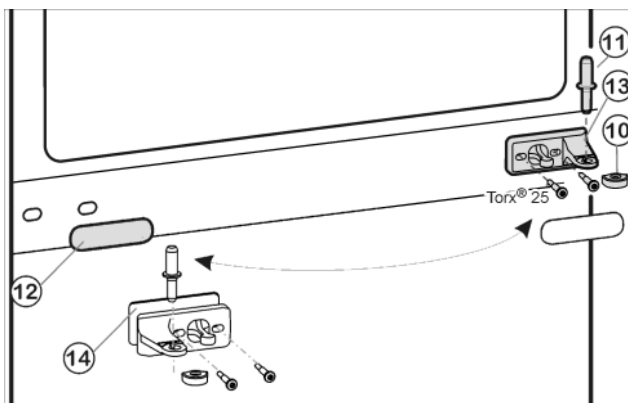
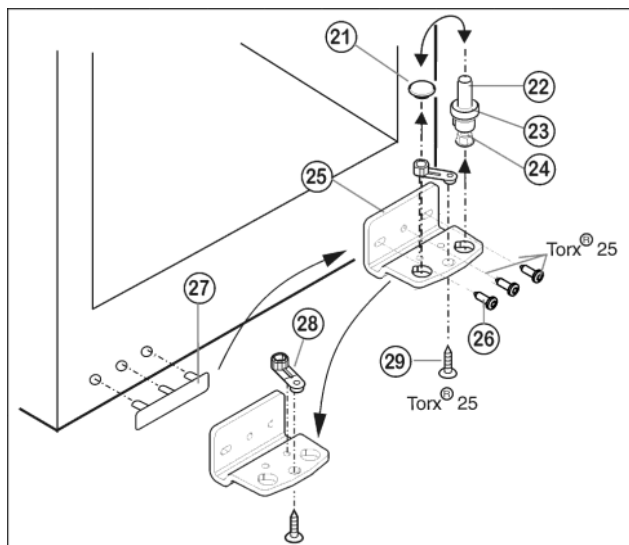

Fig. 8
Fig. 9
- ▶ Estrarre il perno di supporto centrale Fig. 8 (11) dal blocco di supporto e dalla porta inferiore.
- ▶ Staccare il coperchio di plastica Fig. 8 (10).
- ▶ Svitare il blocco di supporto centrale Fig. 8 (13) (2 x Torx® 25).
- ▶ Staccare il pannello di copertura Fig. 8 (12) facendo attenzione.
- ▶ Avvitare il blocco di supporto centrale Fig. 8 (13) con spessore Fig. 8 (14) ruotato di 180° sul nuovo lato cerniera saldamente a 4 Nm.
- ▶ Innestare nuovamente la copertura Fig. 8 (12) ruotata di 180° sul nuovo lato impugnatura.
- ▶ Togliere completamente il perno di supporto Fig. 9 (22) con lo spessore Fig. 9 (23) e il piedino di regolazione Fig. 9 (24), estrarre tirando verso l'alto.
- ▶ Togliere il tappo Fig. 9 (21).
- ▶ Svitare il blocco di supporto Fig. 9 (25).
- ▶ Svitare l'elemento di supporto Fig. 9 (28) e spostarlo Fig. 9 (29) nel foro di alloggiamento opposto, serrarlo nuovamente.
- ▶ Staccare la copertura lato maniglia Fig. 9 (27) facendo attenzione e spostarla sul lato opposto.
- ▶ Fissare nuovamente il blocco di supporto Fig. 9 (25) sul nuovo lato cerniere, eventualmente servendosi di un avvitatore a batteria (a 4 Nm) a 4 Nm.
- ▶ Inserire nuovamente il tappo Fig. 9 (21) nell'altro foro.
- ▶ Inserire nuovamente il perno di supporto Fig. 9 (22), con lo spessore e il piedino di regolazione. Prestare attenzione in modo l'arresto sia rivolto verso il dietro.
- ▶ Appoggiare la porta inferiore dall'alto sul perno di supporto in basso Fig. 9 (22).
- ▶ Applicare nuovamente il coperchio di plastica Fig. 8 (10) sul blocco di supporto centrale Fig. 8 (13).
- ▶ Inserire il perno di supporto centrale Fig. 8 (11) sul nuovo lato cerniera attraverso il blocco di supporto centrale Fig. 8 (13) nella porta inferiore.
- ▶ Mettere la porta superiore sul perno di supporto centrale Fig. 8 (11).
- ▶ Eventualmente allineare le porte sopra le due asole nel blocco di supporto in basso Fig. 9 (25) e nel blocco di supporto al centro Fig. 8 (13) a filo con l'involucro dell'apparecchio. Svitare la vite centrale nel blocco di supporto in basso Fig. 9 (25).